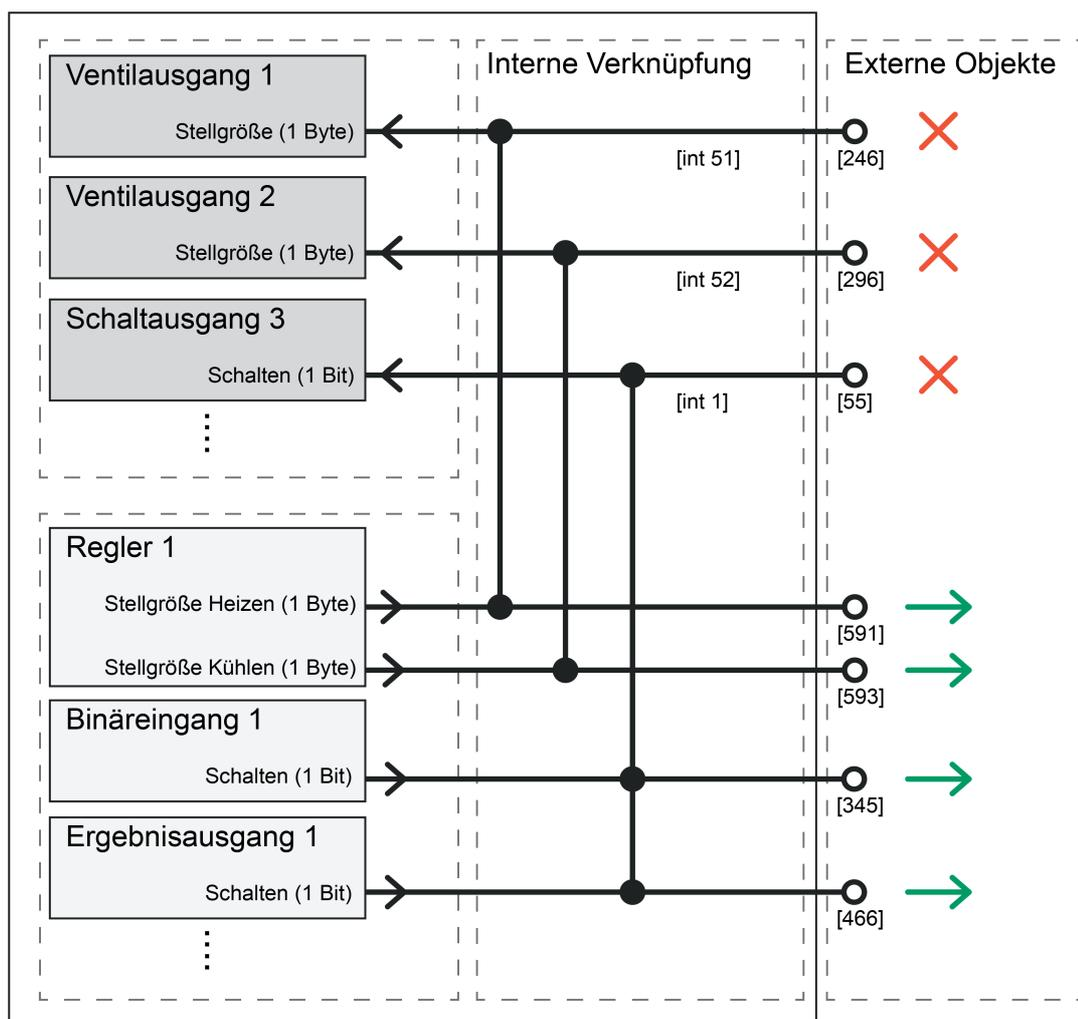

Bild 7: Projektierungsbeispiel zur internen Gruppenkommunikation
- i** Genau wie bei einer Verknüpfung von mehreren Kommunikationsobjekten durch eine externe Gruppenadresse können auch bei der internen Gruppenkommunikation mehrere sendende Funktionen (z. B. ein Binäreingang und der Ergebnisausgang einer Logikfunktion) mit einer empfangenden Funktion (z. B. ein Schaltausgang) durch Verwendung einer internen Verbindung verknüpft werden (Bild 7). Hierbei ist zu beachten, dass sich der jeweils zuletzt gesendete Datenwert der sendenden Funktionen durchsetzt und vorherige Werte überschreibt.